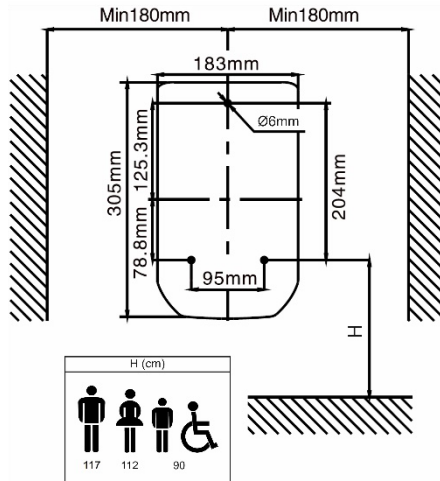

Fig. 3
- (Fig. 3) Assicurarsi che il luogo in cui si va ad installare il prodotto, rispetti le misure minime indicate. Racomandiamo di variare l'altezza di installazione del prodotto, in base a se lo si installa in un bagno per uomini, donne, bambini o disabili.